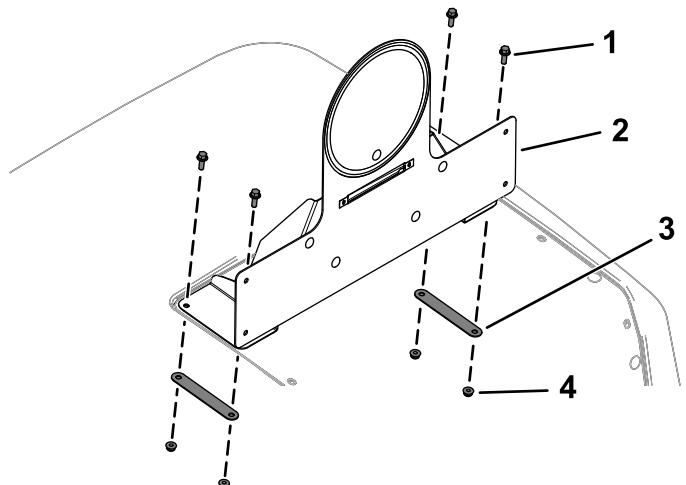

Bild 33
12. Befestigen Sie die Halterung der Geschwindigkeitsplatte mit vier Bundkopfschrauben ($\frac{1}{4}$ " x $\frac{3}{4}"), zwei rückwärtigen Halterung und vier Sicherungsmuttern ($\frac{1}{4}$ ") an der Haube, wie in Bild 33 dargestellt.$